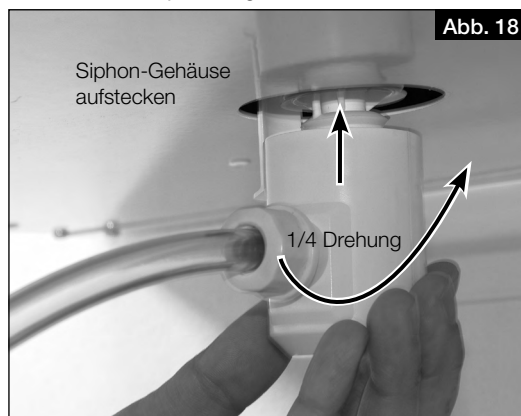

Abb. 18
5. Siphon-Gehäuse aufstecken und mit einer 1/4-Drehung im Befestigungsteil einrasten lassen (s. Abb. 18). Darauf achten, dass die Schwimmerkugel lose im Gehäuse liegt!